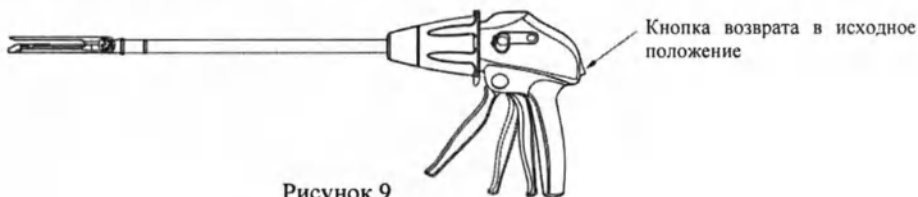

Рисунок 9
3. Удерживайте зажимную рукоятку, чтобы убедиться в закрытом состоянии зажима, и вставьте степлер в брюшную полость через троакар (если зажимная рукоятка закрыта, нажмите кнопку возврата в исходное положение, таким образом зажимную рукоятку можно вернуть на исходное положение, чтобы открыть зажим). Поместите ткани между зажимом картриджа и его крышкой и выровняйте; потяните на себя зажимную рукоятку (должен быть слышен отчётливый щелчок), чтобы закрыть зажим и зафиксировать внутри него ткани; нажмите кнопку возврата в исходное положение, чтобы открыть зажим, если это необходимо для выравнивания ткани (Рисунок 9).